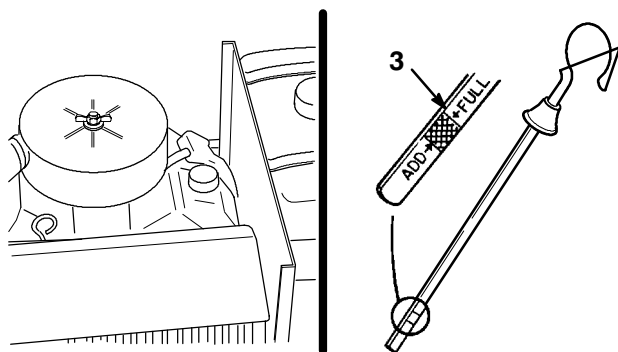

Figure 18
3. Nettoyez la surface autour de la jauge d'huile et du bouchon de remplissage (Fig. 18) pour éviter que des impuretés s'introduisent dans le goulot de remplissage, ce qui risquerait d'endommager le moteur.
4. Sortez la jauge d'huile et essuyez soigneusement l'extrémité métallique (Fig. 18).
5. Enfoncez la jauge complètement dans le tube (Fig. 18). Sortez de nouveau la jauge et examinez l'extrémité métallique. Si le niveau est bas, versez lentement une quantité suffisante d'huile dans le goulot de remplissage pour amener le niveau au repère du plein ("FULL").
5. Versez lentement environ 80% de la quantité d'huile spécifiée dans le goulot de remplissage (Fig. 18). Vérifiez le niveau d'huile (voir Contrôle du niveau d'huile, page 23). Faites l'appoint d'huile pour amener le niveau au repère du plein ("FULL") sur la jauge.